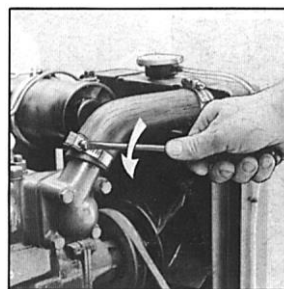

Рис.80.2
- ослабьте крепление стяжных хомутов (рис.80.2);